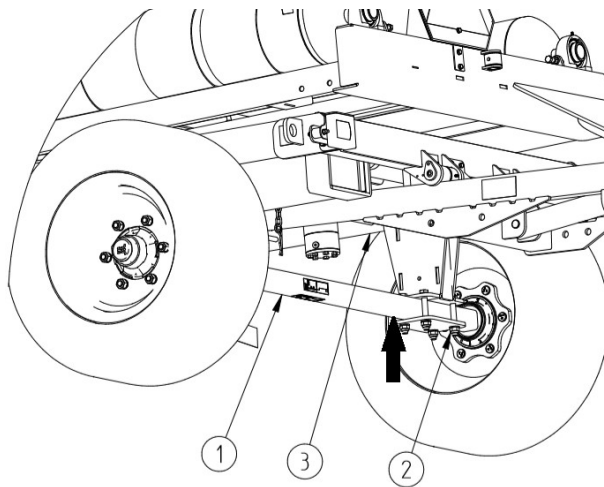

Abbildung 40 Abstützpunkt des Wagenhebers
- Setzen Sie den Wagenheber an den Schrauben (2) - Abbildung 40, mit denen die Achse (1) am unteren Rahmen (3) befestigt ist, an. Die empfohlenen Auflagepunkte sind mit einem Pfeil gekennzeichnet. Der Wagenheber muss auf das Eigengewicht des Wicklers abgestimmt sein.